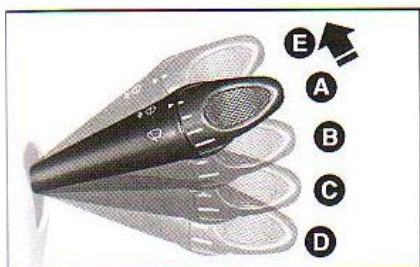

fig. 59
### Limpador/lavador do pára-brisa - Marea e Marea Weekend - fig. 59.
**E** - Funcionamento veloz temporário contínuo (posição instável): ao soltar a alavanca, a mesma retorna à posição **A-fig. 59** parando automaticamente o limpador do pára-brisa.